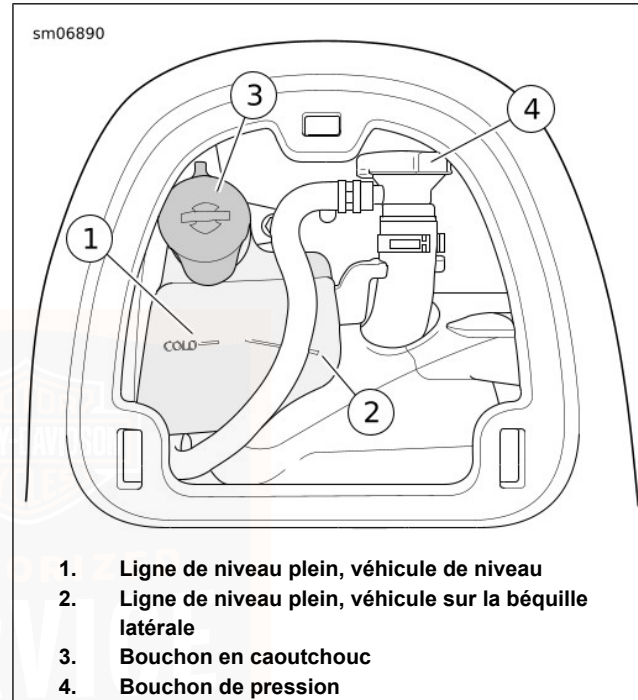

Figure 62. Niveau du liquide de refroidissement
Voir Figure 62. La bouteille du liquide de refroidissement possède deux traits. Utiliser le trait incliné (2) lorsque la moto est appuyée sur la béquille latérale.
2. Voir Figure 62. Vérifier que le niveau du liquide de refroidissement dans la bouteille de liquide est sur la ligne « COLD » (froid) (1) ou légèrement au-dessus.